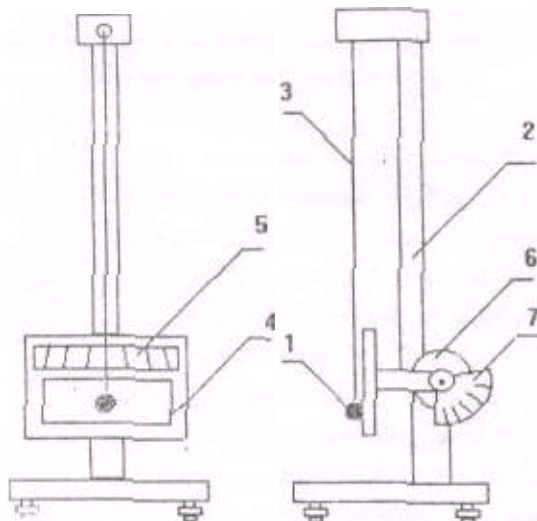

Рис. 4. Наклонный маятник
Наклонный маятник (рис.4) состоит из шарика (1), подвешенного на кронштейне (2) с помощью тонкой нити (3). Шарик опирается на наклонную плоскость (4). Если нить с шариком отклонить на небольшой угол α от положения равновесия и отпустить, то шарик начнет перекатываться без проскальзывания по плоскости, совершая колебания. Эти колебания будут постепенно затухать в результате действия силы трения качения.